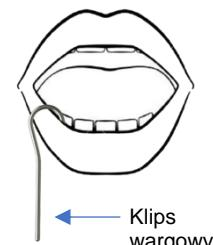

Rys. 4
3. Na ekranie powinna pojawić się ikona „Test połączenia kablowego” - patrz Rys. 4.